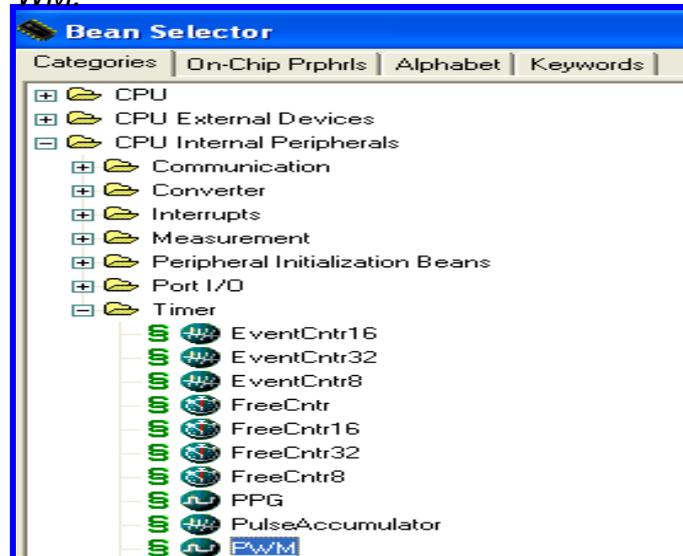

Figura 4.38 Bean Selector (selección del PWM).
5.- Elegir en la ventana Bean Selector (Figura 4.38).- *CPU Internal Peripherals-Timer-PWM.*